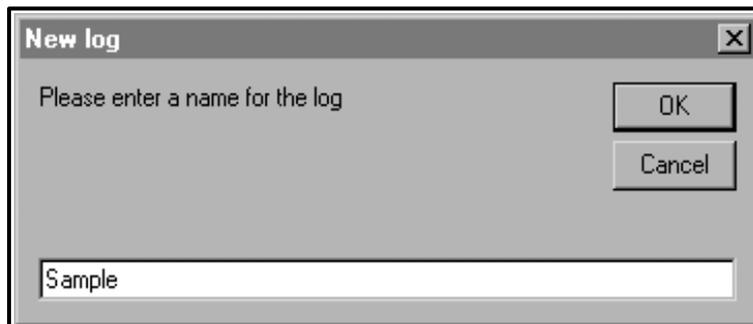

Figura 17: Cuadro de diálogo Nombre de registro
- Introduzca un nombre de archivo de registro ("Sample" (Muestra) en este caso) en el cuadro de diálogo que aparece en la Figura 17. Haga clic en el botón de opción **[OK] (Aceptar)**.